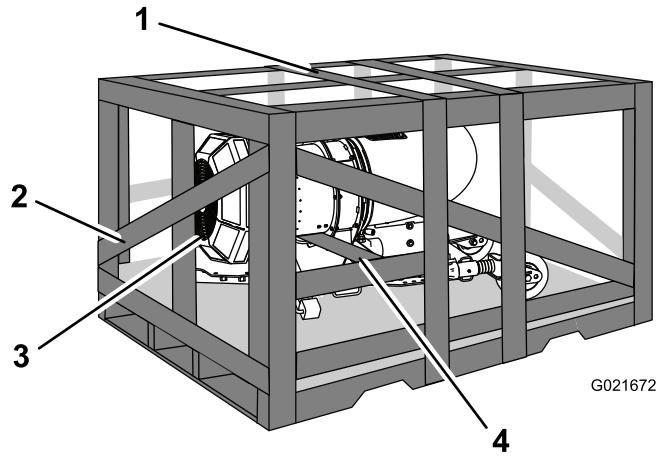

Figura 3
1. Retire la tapa de la caja (Figura 3).
2. Retire el extremo de la caja situado junto a la parte superior de la máquina (Figura 3).
3. Retire la tabla situada debajo de la carcasa del soplador (Figura 3).